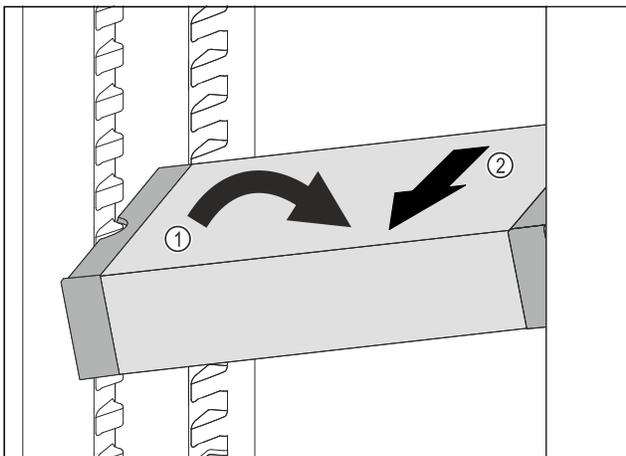

Fig. 102
- Incliner le VarioSafe dans la partie réfrigérateur. Fig. 102 (1)
- Sortir le tiroir VarioSafe par l'avant. Fig. 102 (2)